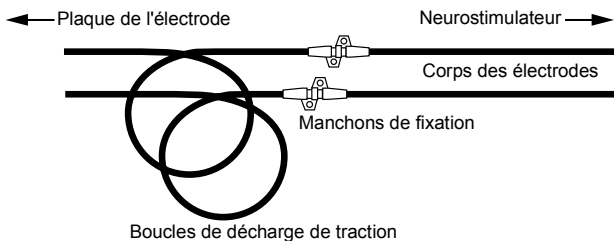

Figure 6. Boucles de décharge de traction réalisées avec les corps des électrodes (sans capuchons de protection du connecteur).
1. Tout en maintenant l'électrode en place, créer une boucle de décharge de traction avec chaque corps d'électrode en les enroulant à proximité de la plaque de l'électrode (Figure 6).